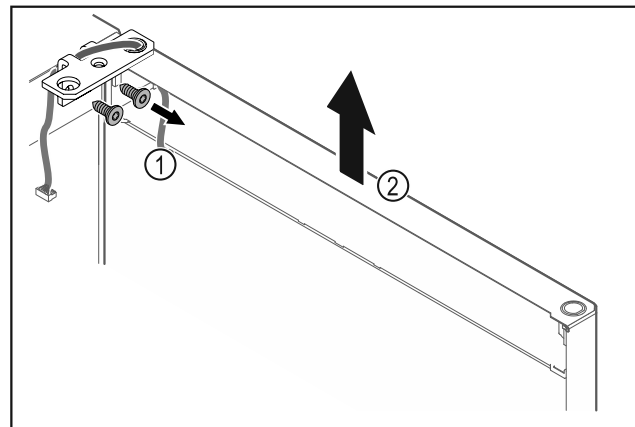

Fig. 26
- ▶ Csavarozza le a csuklópántot Fig. 26 (1).
- ▶ Az ajtót a csuklópánttal Fig. 26 (2) együtt emelje meg felfelé kb. 200 mm-rel, majd vegye le.